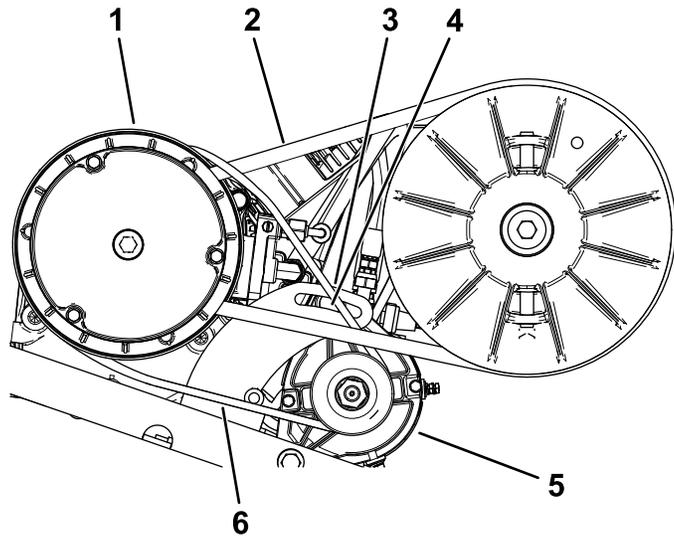

図 67
2. スタータジェネレータのピボットナットをゆるめる 図 67。
4. バールを下に押ししてスタータを下げる。ベルトを  $44.5 \text{ N}\cdot\text{m} / 4.5 \text{ kg}\cdot\text{m} = 10 \text{ ft}\cdot\text{lb}$  の力で押した時のたわみが  $6 \text{ mm}$  になるようにスタータの位置を調整する 図 67。
5. ピボットナットを手締めし、バールを取り外す 図 67。